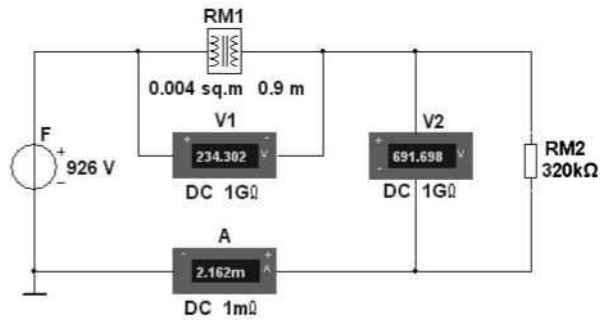

Рис. 15.4
- **заменить** источник постоянного напряжения F (см. рис. 15.4) генератором линейно изменяющегося напряжения **XFG1** и включить его в схему замещения катушки (левый контур, рис. 15.5a), содержащей резистор **Re** с электрическим сопротивлением обмотки $R_e = R_\Sigma$, зависимый источник напряжения **INUT1**, управляемый током $i = U_\Sigma/R_\Sigma$ катушки, с коэффициентом передачи, равным 1, и зависимый источник напряжения **INUT2**, управляемый током $i = U_\Sigma/R_\Sigma$ катушки, с коэффициентом передачи, равным числу витков w катушки. При этом в схеме замещения магнитной цепи в правом контуре (см. рис. 15.5a) действует МДС $F = wi$;